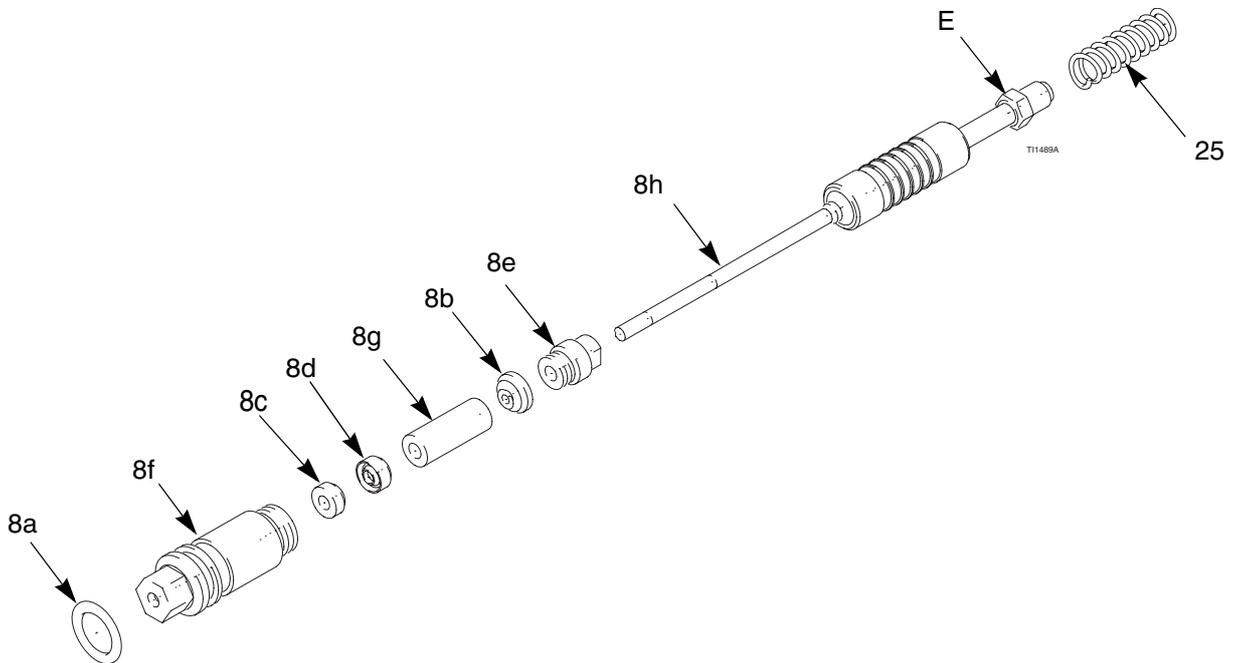

Fig. 26. Aguja
1. Coloque la tuerca prensaestopas (8e) y la junta (8b) en la aguja de fluido(8h). Las partes planas de la tuerca prensaestopas deben estar dirigidas hacia la parte trasera de la varilla de fluido. La junta tórica del sello debe estar dirigida en dirección contraria a la tuerca prensaestopas. Vea Fig. 26.
6. Instale el muelle (25) contra la tuerca (E) tal como se muestra.
7. Instale el conjunto de la aguja (8) en el cañón de la pistola. Utilizando la herramienta multiusos (40), apriete el montaje hasta que esté firme.
9. Instale y ajuste el brazo del actuador (29) y la contratuercas (28). Vea la página 49.
11. Instale la carcasa de la pistola (2) y el cabezal de aire, página 44.